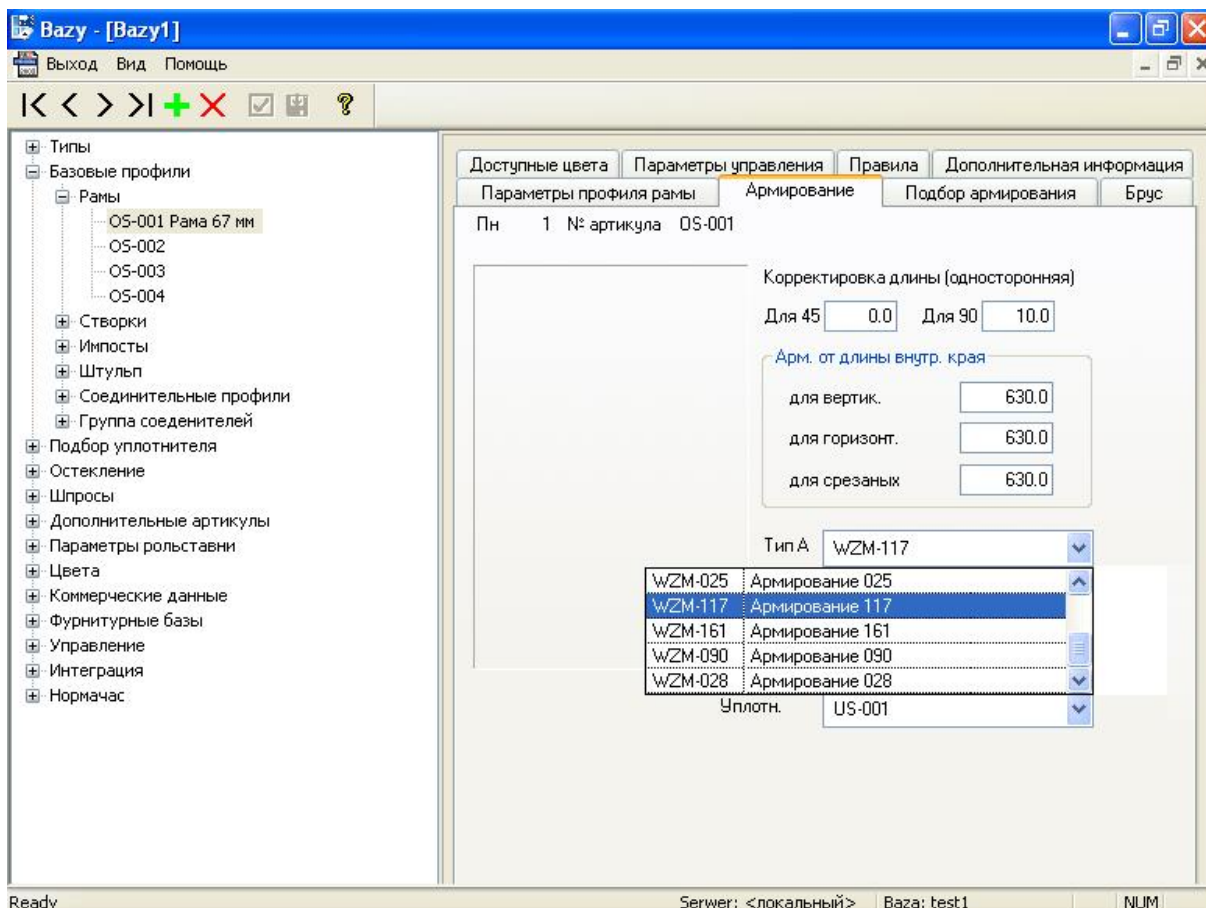

Рисунок 111. Армирование
- Закладка **Армирование** (рис. 111).
В закладке **Армирование** мы определяем (Рис. 111):